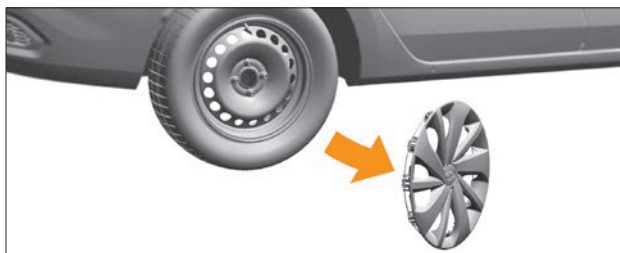

Рис. 6.8.4. Снятие декоративного колпака
4. **В варианном исполнении** снимите декоративный колпак колеса (рис. 6.8.4).